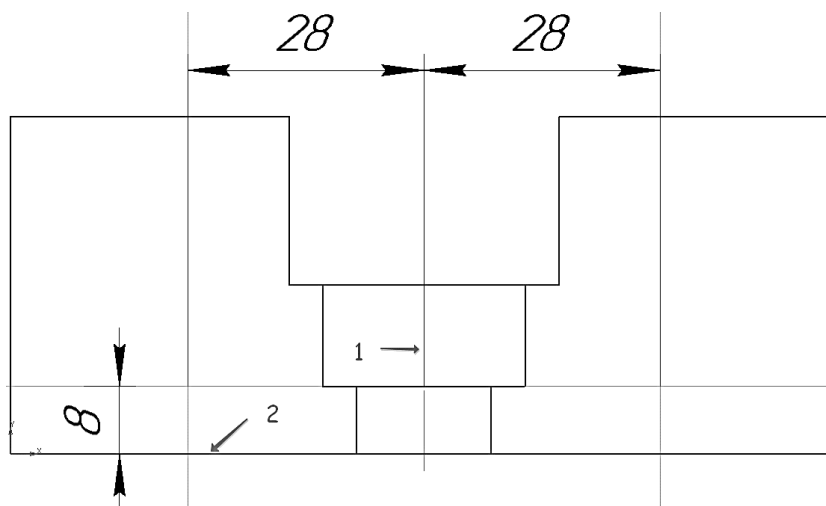

Рис. 109. Построение вспомогательных параллельных прямых
7.1 Постройте две **Вспомогательные прямые** , параллельные осевой линии, на расстоянии 28 мм от нее (1, рисунок 109).
7.2 Постройте **Вспомогательную прямую**, параллельную нижнему отрезку детали, на расстоянии 8 мм (2, рисунок 109).